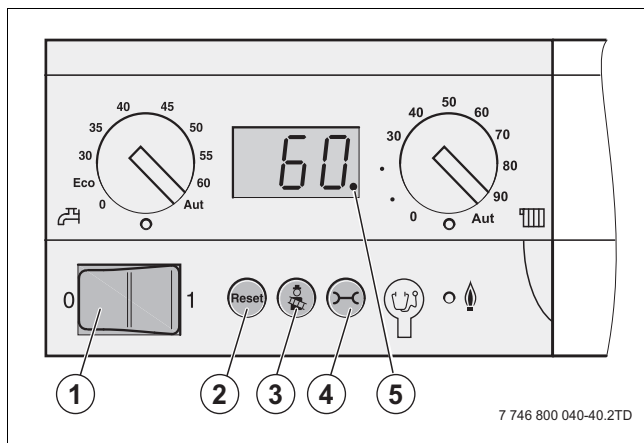

Fig. 62 Unitatea de comandă a controlerului de bază
- ▶ Setăți întrerupătorul principal (→ fig. 62, [1], pagina 34) la nivelul panoului de comandă al controlerului de bază la „0” (Opr).